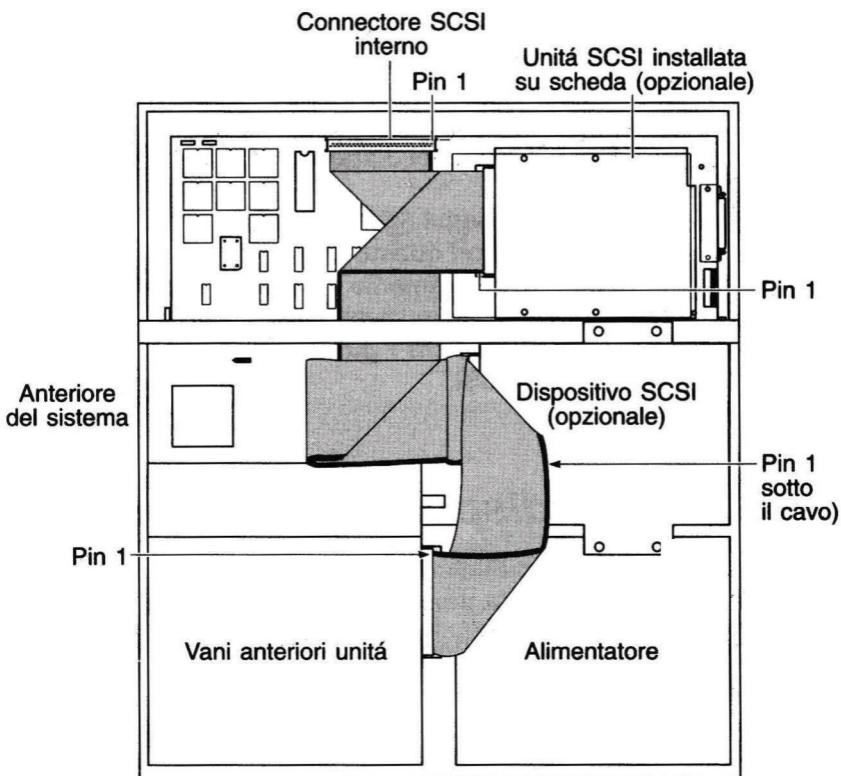

Figura 7. Collegamento del cavo dati con i dispositivi SCSI
7. Piegare il cavo dati verso il basso e guidarlo verso la parte posteriore di Amiga come illustrato in Figura 7.
8. Collegare il cavo dati con i dispositivi SCSI interni come illustrato in Figura 7. Verificare di allineare il connettore del cavo con il pin 1 del dispositivo, generalmente indicato sul dispositivo con una freccia (\leftarrow) o il numero 1.